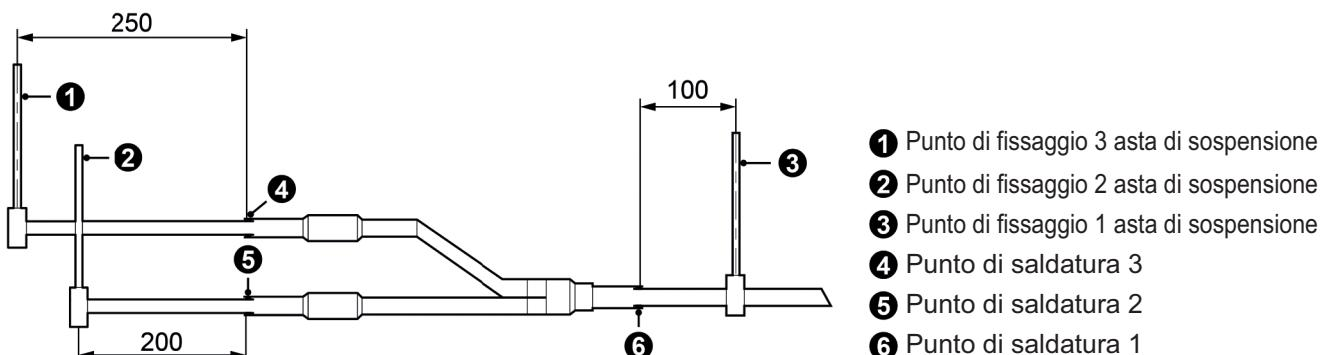

Fig. 4.2.11
(3) Devono essere presenti tre punti di fissaggio sia per l'installazione orizzontale che per l'installazione verticale del collettori a "Y". Fare riferimento alla Fig. 4.2.11.